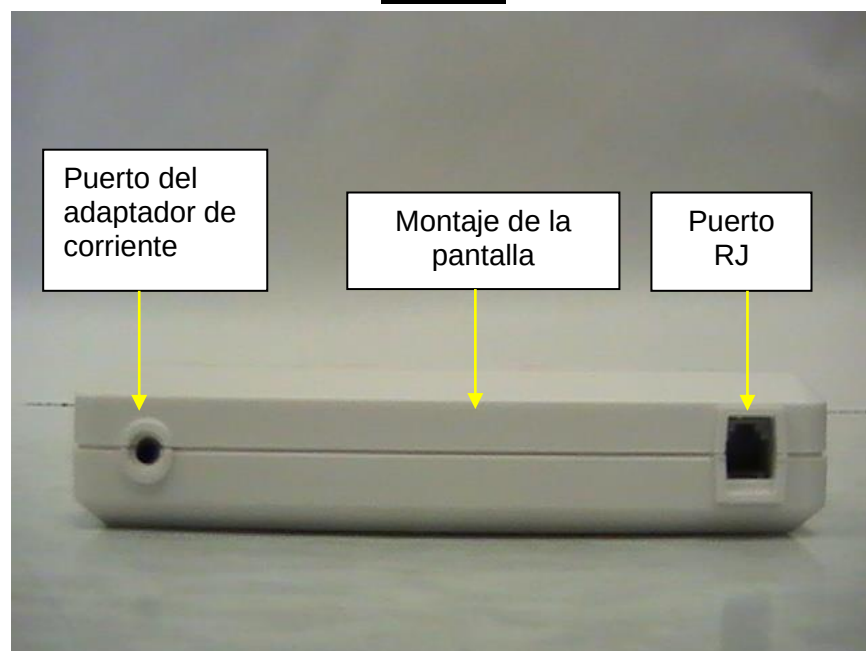

Figura 2
3. Conecte el adaptador opcional de corriente en el puerto para adaptador de corriente que se encuentra en el montaje de la pantalla (ver la figura 2 en la página 8).